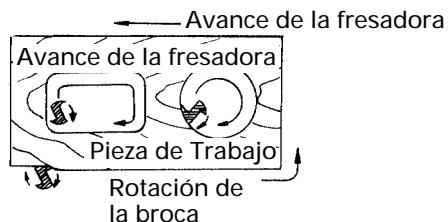

Fig. 19
- (1) Como se muestra en la Fig. 19 separe la broca del material y empuje la palanca del interruptor hacia arriba hasta la posición ON. No comience la operación de corte hasta que la broca haya alcanzado la velocidad de rotación completa.